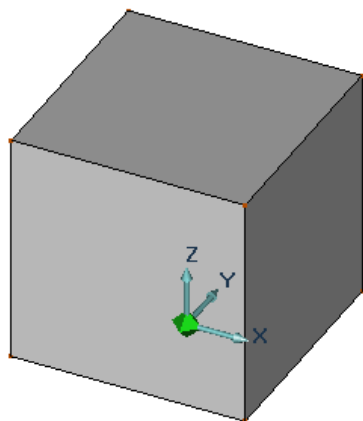

Рисунок 1.5 - Аксонометрия куба
3. Выведите изометрическое изображение куба (рисунок 1.5) на поле экрана: на запрос системы **Положение/Tab** последовательно нажмите кнопки **Home**, **Пробел**, **Пробел**, **Esc**, **Q**, **E** клавиатуры и кнопку **Изометрический вид** (  ) меню. В случае отсутствия изображения отредактируйте его так, как показано на рисунке 1.6, нажав **Режимы отображения** во второй строке снизу экрана и **Параметры** в третьей строке снизу или кнопку , **OK**.